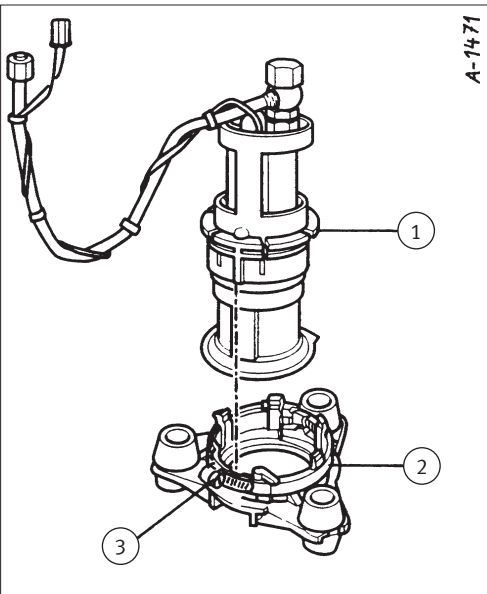

Abb. 6/ Fig. 6/ Puc. 6/图6
- 将夹紧套筒 (1, 图 6) 推装到预装的燃油泵上。
- 从下方小心地推动支架 (2) 经过筛网和燃油泵, 并按压直至其卡止在夹紧套筒 (1) 上。
- 拧紧软管夹箍 (3)。